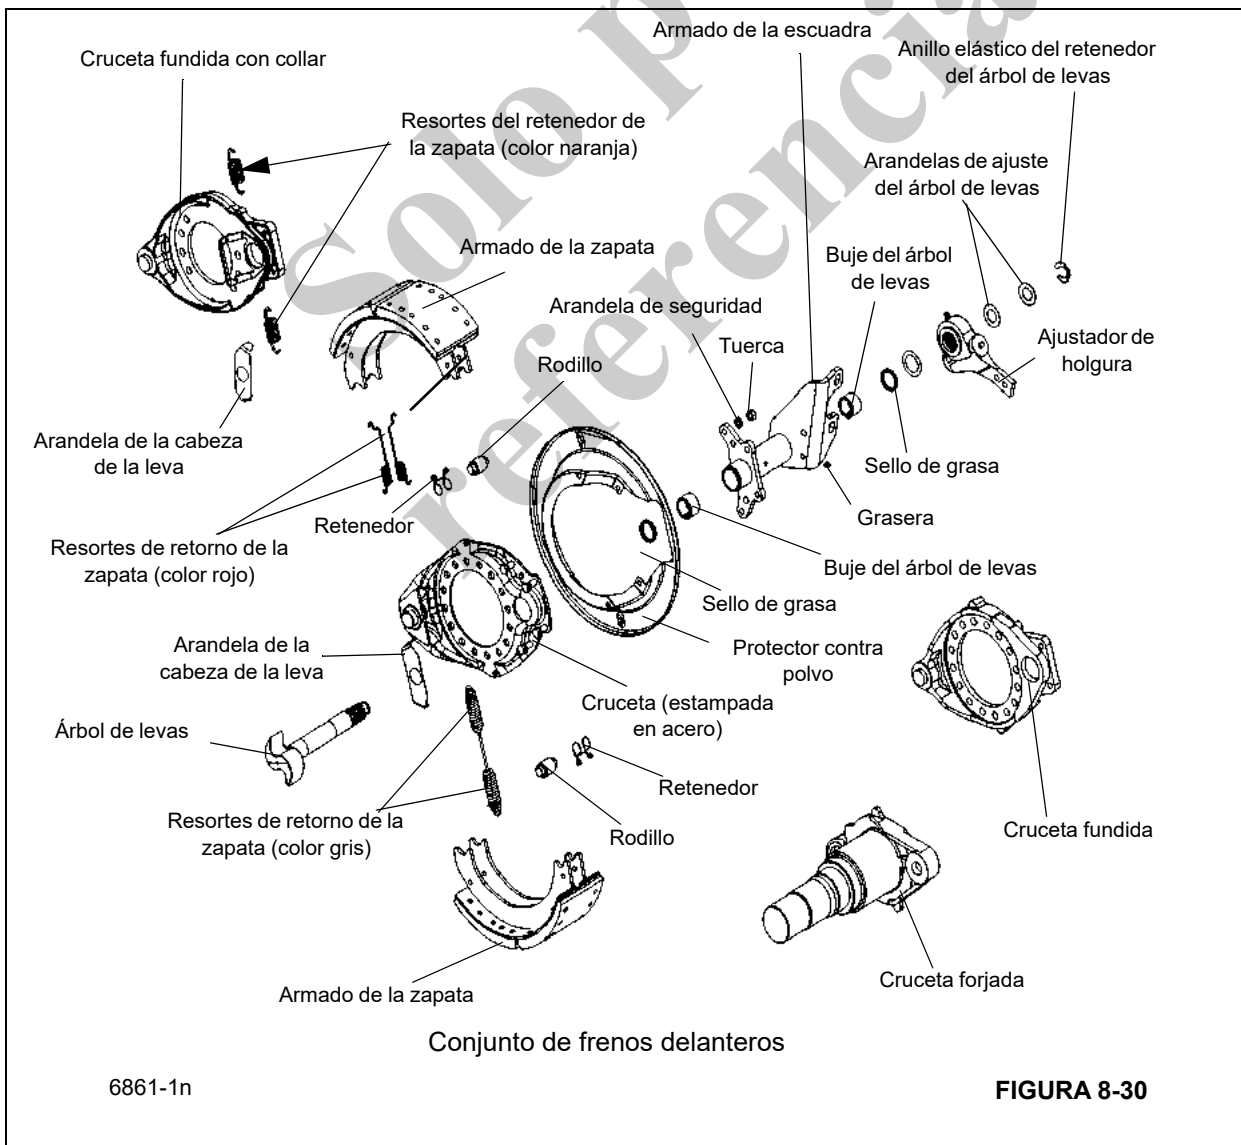

FIGURA 8-30
**NOTA:** Consulte la (Figura 8-30) para conocer los componentes de los frenos a los que se hace referencia en la inspección.